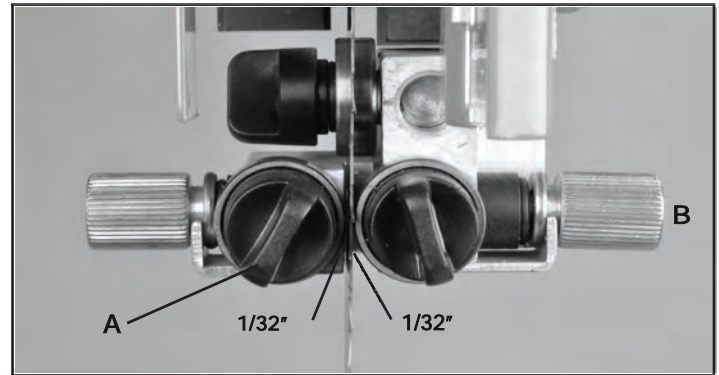

FIGURE 22
1. Position droite et guides gauche relativement proches de la lame. Tout d'abord, Desserrez les boutons avant. (UNE, La figure 22) Pour déplacer les guides vers ou loin de la lame, tournez les boutons moletés, micro-réglage. (B, Fig. 22)
3. Réglez les deux guides latéraux à moins de 1/32" de la lame de scie - environ la même épaisseur d'une carte de visite (Fig. 22). Ne réglez pas les guides de roulement trop près ou ne touchez pas les côtés de la lame, cela pourrait nuire à la durée de vie de la lame et des roulements.